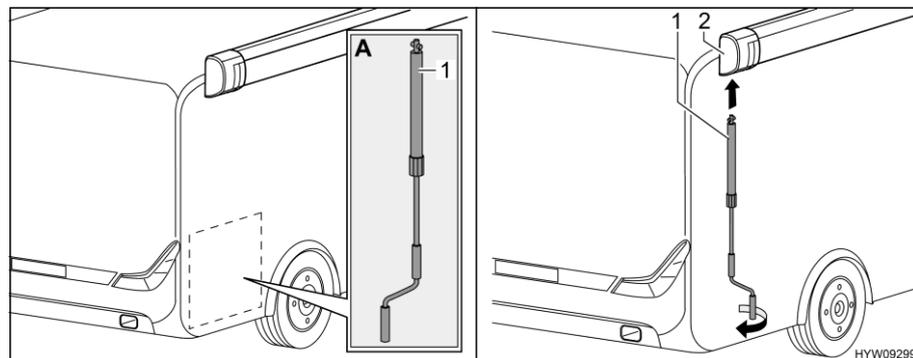

Fig. 28 Applicazione manovella
- Prelevare la manovella (Fig. 28,1) dal garage di coda (Fig. 28,A).
- Inserire la manovella nel supporto a baionetta (Fig. 28,2) della tenda.